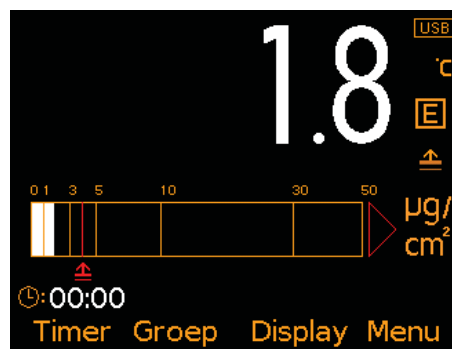

Fig. 4: Metingen & Staf Grafiek
- **Staf Grafiek (Fig. 4);** Analoge weergave van de actuele meetwaarden, samen met de hoogste (Hi), laagste (Lo) en gemiddelde (\bar{x}) meting. Het diagram wordt na elke meting automatisch bijgewerkt.